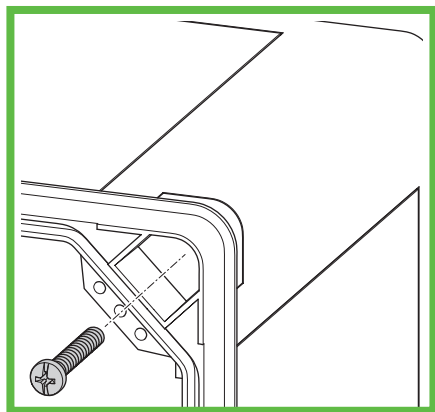

Imagen 7: Montaje de la estación de carga en la pared
- ▶ Atornille la estación de carga firmemente introduciendo un tornillo en cada agujero (Imagen 7).